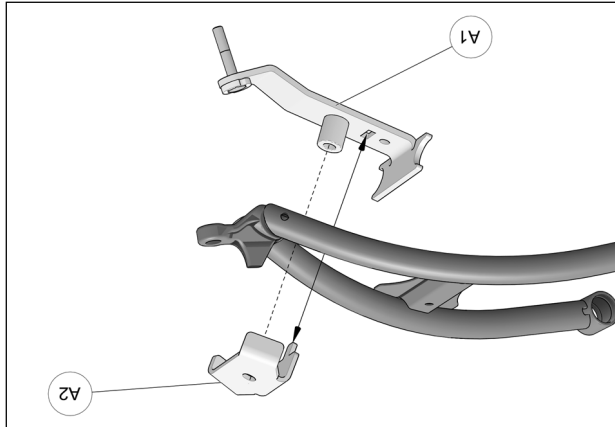

Fig. 14
5. Positionner la partie inférieure de l'ancrage anti-rotation (A1) sous le bras de suspension inférieur. Positionner la partie supérieure (A2) au-dessus du bras de suspension de façon à ce que le tenon de la partie supérieure s'insère dans le trou rectangulaire de la partie inférieure. Voir la Fig. 14